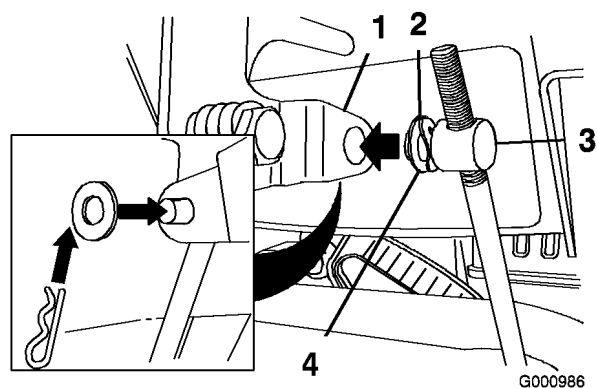

Figure 6
3. Retirez la goupille fendue et la rondelle extérieure du tourillon à l'extrémité supérieure de la tige de commande de vitesse (Figure 6).
Remarque: Pour faciliter le montage, laissez la rondelle ondulée et la rondelle plate sur le tourillon (Figure 6).
6. Soulevez la tige de commande de vitesse et insérez le tourillon dans le trou du levier sélecteur de vitesses (Figure 6).